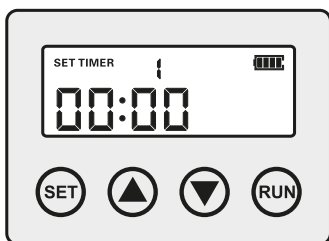

ABBILDUNG 2
2. Wenn Sie die Taste "SET" erneut kurz drücken, blinkt der Buchstabe "L" auf dem Display (siehe Abb. 2) und das System wechselt zur Einstellung der Einzugsentfernung. Mit den Tasten "up" und "down" können Sie zwischen den 3 verschiedenen Verteilungseinstellungen wechseln. Weitere Einzelheiten finden Sie in den Informationen auf dem Bedienfeld (siehe oben).